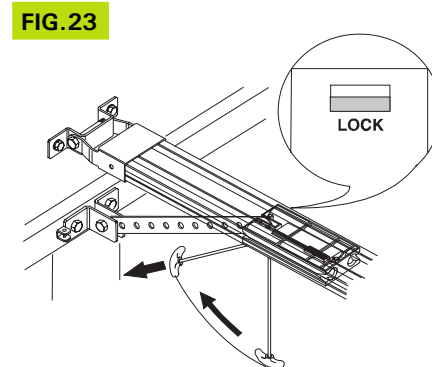

FIG.23
- 4) Tirer la poignée de déverrouillage horizontalement dans le sens de la porte (fig. 23). Relâcher la poignée et vérifier que la fenêtre LOCK située sous le traîneau est rouge. Déplacer la porte à la main jusqu'à retrouver le point d'accrochage du traîneau.